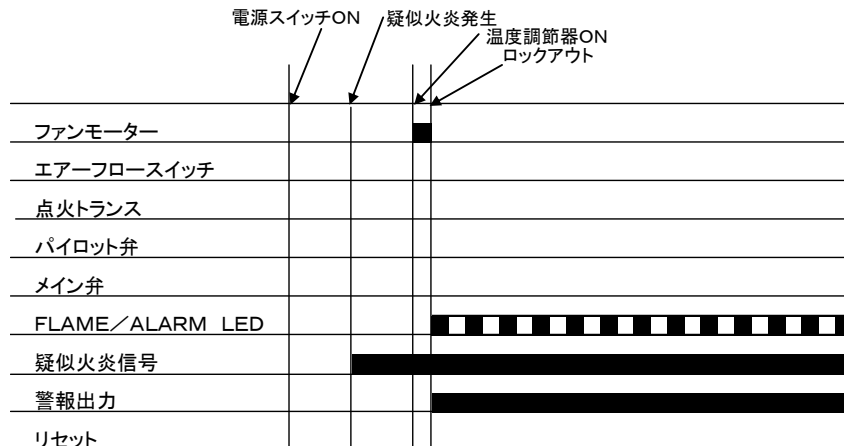

図17(1)
(1) 起動時から疑似火炎信号が継続している時 (図17(1)参照)
(2) 起動時から疑似火炎信号があり、プレパージ時間内の途中で消滅した時 (図17(2)参照)